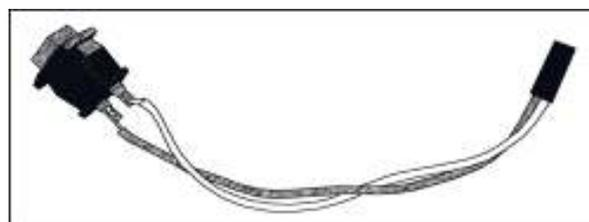

Рис. 4 Кнопка
Теперь можно попробовать включить радиоприемник. Подключите к разъему SA1 выключатель (рис.5). К разъемам RES и SCAN кнопки (рис.4). Динамик к разъему со значком "громкоговоритель".
1. Найди 2 кнопки с проводами и разъемом (Рис.4) После подключения их к основной плате будешь настраиваться на станции.